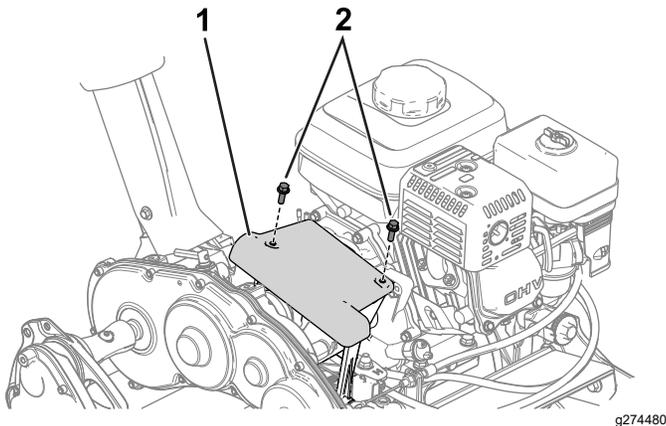

Figure 31
1. Déposez le couvercle d'embrayage pour accéder au disque de friction et au plateau de pression (Figure 31).